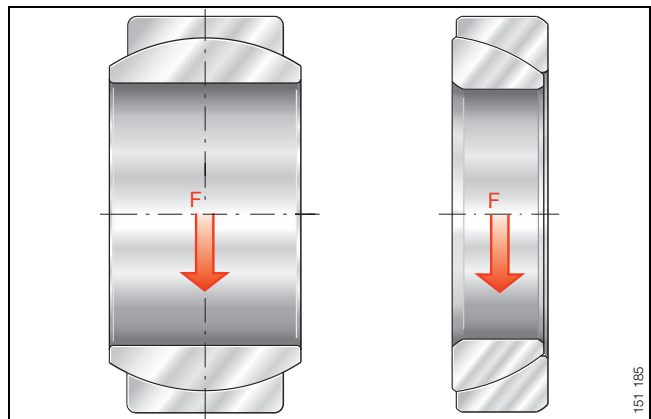
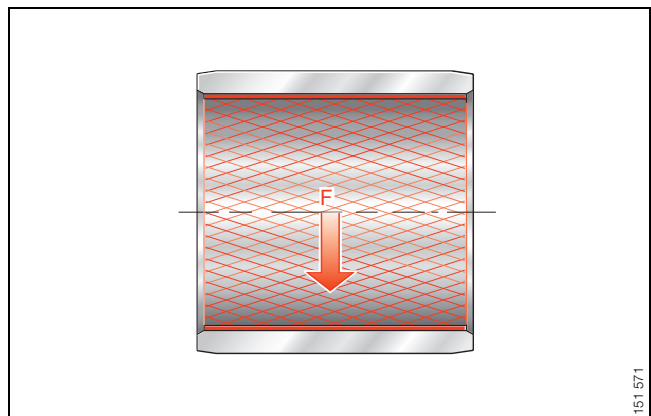

Bild 1 · Zentrisch wirkende, unveränderliche radiale Kraft  $F$
Bild 2 · Zentrisch wirkende, unveränderliche radiale Kraft  $F$
- auf Radial-Gelenklager, Schräg-Gelenklager und zylindrische Gleitbuchsen rein radial wirken (Bild 1 und Bild 2)